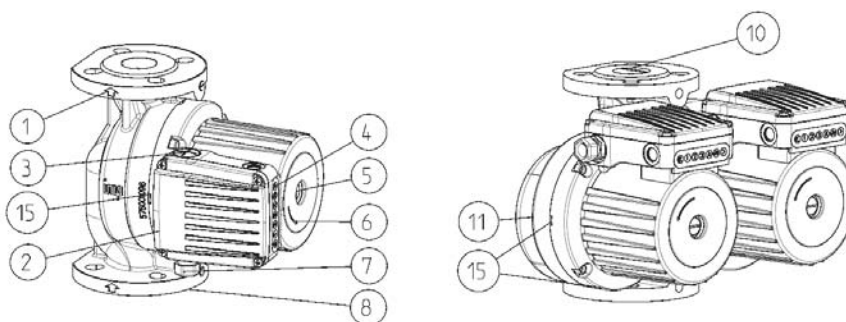
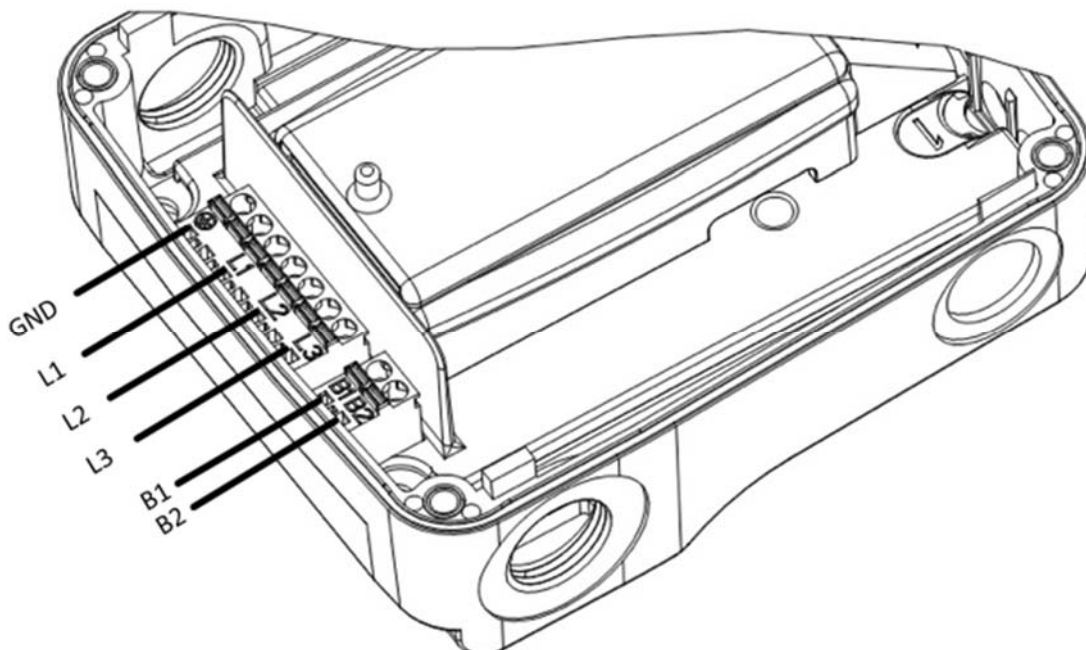

Abbildung 1: AG3 (Z)
Abbildung 3: Elektroschema.
- Am Berührungspunkt zwischen dem Elektromotor und dem Hydraulikgehäuse befinden sich Kondensöffnungen zum Ableiten des Kondenswassers. Diese dürfen nicht blockiert werden (sie dürfen nicht thermisch isoliert werden), weil sonst die Motorkühlung und die Kondenswasserableitung beeinflusst werden können (Abbildung 1 – Position 15).
Den Einspeiseleiter muss man über die Einführung M20 anschließen (Abbildung 1 - Position 7)
Der Anschluss der Pumpe muss nach dem Schaltplan erfolgen (Abbildung 3), welcher an der Unterseite des Schaltschranks abgebildet ist. Davor muss erst der obere Deckel abgeschraubt werden (Abbildung 1 - Position 2). Gemäß der IEC 60446 Normen müssen die Leiter für die richtige Pumpendrehrichtung folgendermaßen sein:
Jede Pumpe kann Bereiche von drei hydraulischen Charakteristiken abdecken. Um das zu erreichen, hat sie einen eingebauten Elektromotor mit verschiedenen Drehzahlen. Um zwischen den verschiedenen Geschwindigkeiten zu wählen ist es erforderlich, den oberen Deckel abzuschrauben (Abbildung 1 - Position 2). Um die gewünschte Charakteristik bzw. Geschwindigkeit zu erreichen ①②③ hat die Pumpe einen eingebauten Kippschalter, der sich im Innenraum des elektronischen Schaltschranks befindet, mit welchem man die zwischen den verschiedenen Geschwindigkeiten umschalten kann. Nach dem Wechsel der Geschwindigkeit ist es notwendig den Deckel des elektronischen Schaltschranks wieder anzuschrauben.
Die Pumpen sind so ausgelegt, dass sie unter normalen Bedingungen jahrelang ohne Wartungen in Betrieb bleiben können. Im Falle von längeren Betriebsunterbrechungen kann es zum Blockieren der Pumpe kommen. Man deblockiert sie folgendermaßen: Schalten Sie die Pumpe aus und schließen Sie alle Ventile an der Druck- und Ansaugseite. Schrauben Sie die Entlüftungsschraube ab (Abbildung 1 - Position 5) und stecken Sie einen Schraubenzieher in den Schlitz auf der Welle. Drehen Sie sie solange bis kein Widerstand mehr fühlbar ist. Danach schrauben Sie die Entlüftungsschraube wieder an. Das Gerät ist nicht geeignet für den Betrieb durch Personen (einschließlich Kinder) mit verminderten physischen, Sinnes- und Mentalfähigkeiten, oder mit mangelnden Kenntnissen und Wissen, außer unter Aufsicht von, für ihre Sicherheit, bevollmächtigten Personen. Um Spielen mit dem Gerät zu vermeiden, müssen Kinder unter Aufsicht sein. Bei Ersatzteilbestellungen müssen alle Daten vom Typenschild der Pumpe angeführt werden.